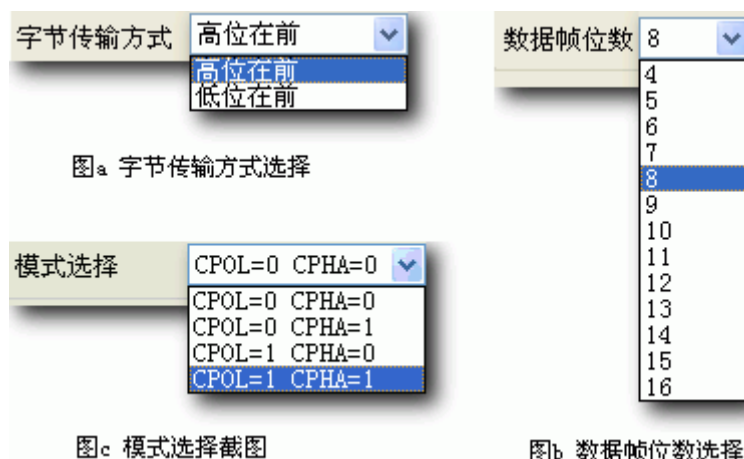

图 9.30 数据帧位数 字节传输方式 模式选则
3. 字节传输方式、模式选择、数据帧位数设置。字节传输方式选择就是选择SPI每帧字节的传输方式：有高位在前和低位在前两项选择。模式选择就是选择CPOL和CPHA的四种组合之一，该选择项在SPI解码的作用是十分重要的，如果设置的组合与实际的SPI模式不同，解码的结果将会不可预料的格式，请用户注意。有些芯片的SPI接口支持数据帧位数可变的特征，所以这里的SPI分析插件支持数据帧位数可变的特点的，从4~16位之间可选。该三项的选择见图 9.30。